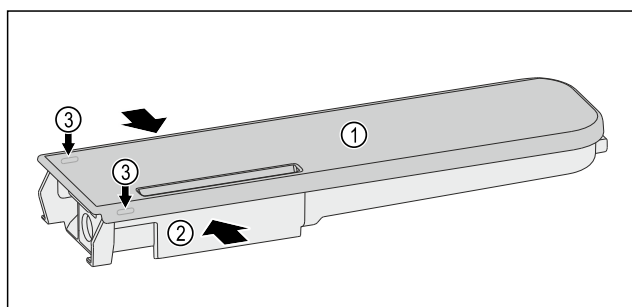

Fig. 155
- Wasserbehälter Fig. 155 (2) zusammendrücken und Deckel Fig. 155 (1) vorsichtig über die Rastnasen Fig. 155 (3) hebeln und hochziehen.
- Deckel Fig. 155 (1) leicht hin- und herbewegen und nach oben entnehmen.